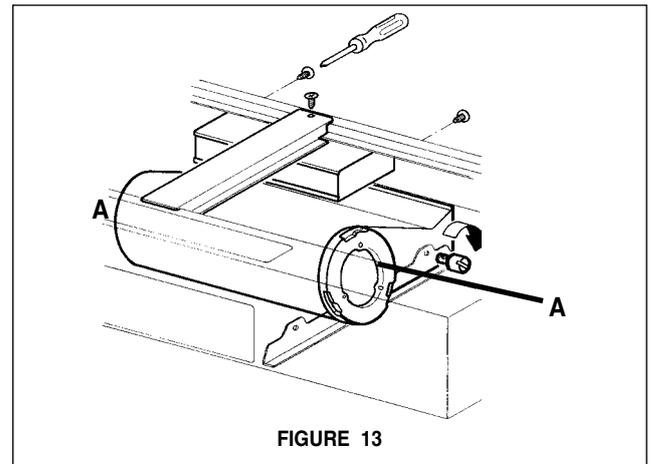

FIGURE 13
2. **Enlevez les deux supports noirs de filtre (A) sur le FIGURE 13 sur chaque extrémité du ventilateur en enlevant les 3 vis.** Tourner le ventilateur sur 180° de façon à ce que l'évacuation se fasse vers l'avant de la hotte. Remplacez les supports noirs de filtre. Replacer les deux écrous à oreilles de chaque côté du ventilateur et serrer de façon à ce que le ventilateur soit fixé solidement à l'intérieur de la hotte, tel qu'il est indiqué à la **FIGURE 13**. Replacer la boîte de contrôle et le support central. S'assurer que le filage soit caché derrière le support central.